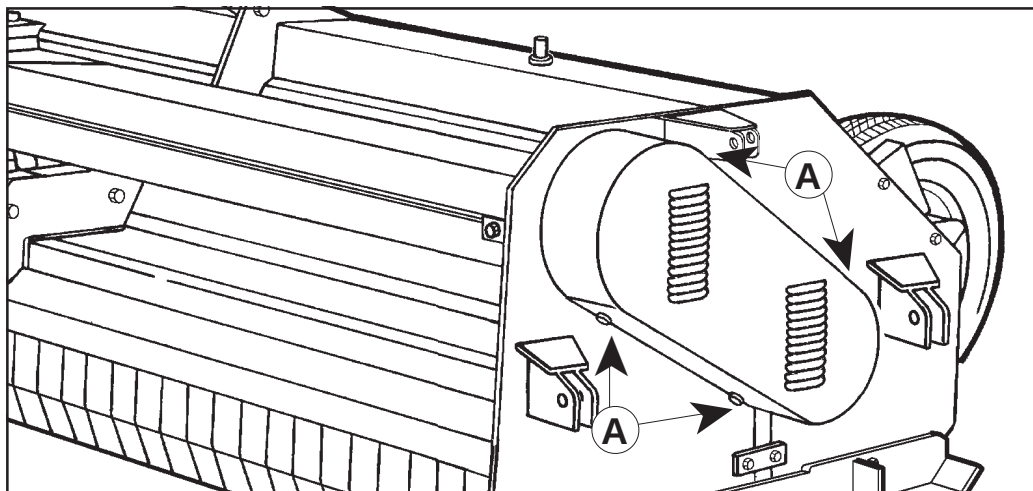

Fig. 16
- Togliere le viti che fissano il carter di protezione (A Fig. 16), aprire il carter tirandolo verso l'esterno.
- Rimontare il carter, fissandolo con le relative viti tolte in precedenza (Fig. 16).
- *Remove the bolts that fix the protective casing (A Fig. 16). Open the casing by pulling it outwards.*
- *Remount the casing and fix it in place with the previously removed bolts (Fig. 16).*
- Die Schrauben entfernen, die das Schutzgehäuse (A, Abb. 16) befestigen, das Gehäuse öffnen, indem man es nach außen zieht.
- Das Gehäuse wieder montieren und mit den zuvor entfernten Schrauben befestigen (Abb. 16).
- *Oter les vis de fixation du carter de protection (A fig. 16), ouvrir le carter en le tirant vers l'extérieur;*
- *Remonter le carter, en le fixant au moyen des vis enlevées précédemment (Fig. 16).*
- Quitar los tornillos que fijan el cárter de protección (A Fig. 16); abrir el cárter, tirando de él hacia el exterior.
- Volver a montar el cárter, fijándolo con los correspondientes tornillos (Fig. 16).
- Togliere i dadi che fissano il carter di protezione (A Fig. 16);
- Remove the nuts fastening the protecting guard (A Fig. 16).
- Die Befestigungsmuttern des Schutzgehäuses lösen (A Abb. 16).
- Enlever les écrous qui fixent le carter de protection (A Fig. 16);
- Quite las tuercas que sujetan el cárter de protección (A Fig. 16);